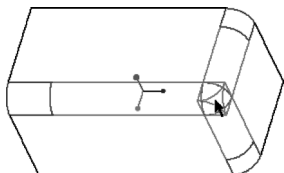

图 6-111 单击要修改的过渡
- 4) 在图形窗口中单击要修改的过渡几何，如图 6-111 所示。